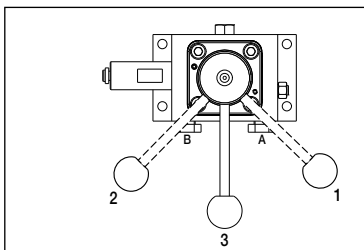

Abb. 8
(siehe Abb. 8)
4. Drehen Sie den Griff des Steuerventils in die neutrale/Halteposition („3“) (Ventilpositionen siehe Abb. 8).